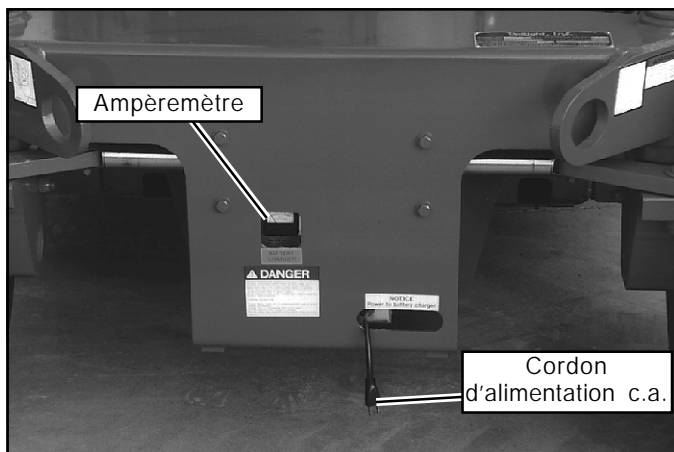

Figure 7 : Chargeur de batteries
3. Brancher le câble de rallonge (conducteur de calibre minimum 12 (1,5 mm²), d'une longueur maximum de 15 m [50 pi]) à la prise de chargeur, que l'on trouve dans l'ouverture à l'avant du châssis (figure 7). Brancher l'autre extrémité du câble de rallonge à une prise électrique d'une tension et d'une fréquence appropriées.